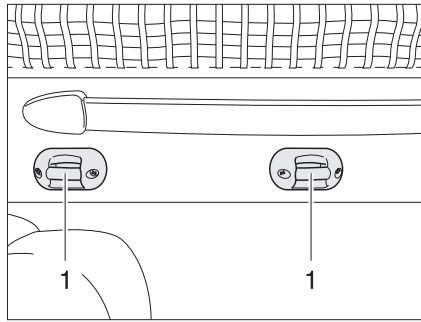

Fig. 93 Soporte escalera de ascenso
- Enganchar la escalera de ascenso a las grapas (Fig. 93,1) de la cama elevada con los dos ganchos.